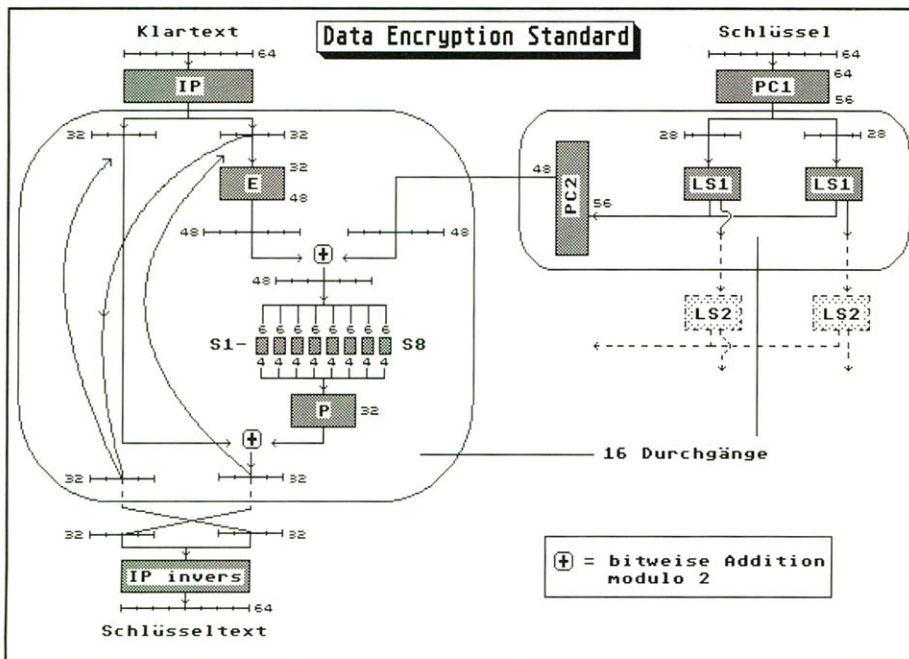

Abb. 7: Schaubild des DES (Data Encryption-Standard)
sche Analyse der Buchstabenhäufigkeiten zu knacken gewesen, da jeder Buchstabe des Klartextes mit gleicher Wahrscheinlichkeit von jedem Buchstaben des Alphabets kodiert wurde. Trotzdem gelang es dem englischen Geheimdienst, den Code zu knacken, zum einen, weil ihm über verschiedene Quellen einiges über die ENIGMA bekannt war, beispielsweise die Bedienungsanleitung und das Verdrahtungsschema der drei ursprünglichen Rotoren, zum anderen half die analytische Fähigkeit der eingesetzten Mathematiker, unter ihnen Alan Turing, die zum ersten Mal auf die Rechenkraft einer elektronischen Rechenmaschine, COLOSSUS, zurückgreifen konnten (6). Wie anders auch als mit Hilfe von Rechenautomaten hätte die immense Zahl von Verschlüsselungsmöglichkeiten durchprobiert werden können [Laut einer Meldung im ST-Magazin 1989/4 (S. 10) ist ein Simulationsprogramm der ENIGMA für ATARI ST-Besitzer bei der Firma "SSG-System-Entwicklung" erhältlich]. Machen wir einen Sprung ins Jahr 1977. Es ist das Jahr, in dem erstmals eine Verschlüsselungsmethode als Standard anerkannt und niedergelegt wurde: der *Data Encryption Standard* (DES). Die Rotormaschinen haben längst ausgedient, ihre Aufgaben sollen Computerprogramme oder in Mikrochips eingelagerte Verschlüsselungslogiken übernehmen. Was bei der ENIGMA noch auf elektrisch-mechanischem Wege vollzogen wurde, wird nun Software-Modulen übertragen. Gleichwohl hat sich das Prinzip der Verschlüsselung nicht grundlegend verändert, die Arbeitsweise des Algorithmus jedoch, der dem DES zugrunde liegt, ist weitaus komplizierter geworden. Klartext und Schlüssel werden blockweise in immer neuen Variationen durcheinandergeschüttelt, vertauscht und verknüpft, so daß am Ende auch der geschickteste Analysator verzweifelt aufgegeben haben sollte. Jedenfalls hofften dies die Entwickler, vornehmlich Programmierer der Firma IBM. Am ehesten läßt sich der Ablauf innerhalb des DES an einem Schaubild verdeutlichen (s. Abb. 7). Zwei große Prozesse bestimmen den gesamten Ablauf: einmal das 16fache Durcheinanderwürfeln des Klartextes und zum zweiten die gleichzeitige 16fache Gewinnung neuer Teilschlüssel, die jede Verwirbelung der Klartextzeichen mit beeinflussen.
Beginnen wir mit der Verschlüsselung des Klartextes (Abb. 7 links oben). Da das Programm ausschließlich Binärdaten
blockweise verarbeitet, muß der Klartext zunächst binär kodiert werden. Aus dem kodierten Datenmaterial greift sich das Programm dann jeweils einen Block von 64 Bits heraus und unterwirft ihn einer ersten Permutation. Dies geschieht ähnlich wie bei der Vertauschung der Zeichen zwischen Vorder- und Rückseite des Rotors bei der ENIGMA. Im IP-Modul (*Initial Permutation*) werden die 64 Bits des zu bearbeitenden Datenblocks nach einem festen Muster vertauscht: So wechselt zum Beispiel das Bit aus Position 1 an die Stelle von Bit 58, Bit 64 zu Bit 7 usw. [Sämtliche Tabellen des DES (Permutations-, Substitutionsmodule, Linksverschiebung) sind in Abb. 8 aufgeführt.] Nach Abschluß der Permutation erfolgt eine Trennung der Binärdaten in zwei 32-Bit-Blöcke. Während der linke Block und eine Kopie des rechten Blocks eine Weile ungeschoren bleiben, wartet auf den rechten eine Folge von Permutationen und Substitutionen. Im Expansionsmodul E werden die Bits des rechten Blocks vertauscht und zugleich auf 48 Bits erweitert [einige Eingangsbits landen dabei auf mehreren Ausgangspositionen (s. Abb. 8)]. Nun ist es Zeit, sich der Verschlüsselung des Schlüssels zuzuwenden (s. Abb. 7 rechts oben). Eingeben darf man ein 64 Bits langes Schlüsselwort, welches sogleich in der Permutationsmatrix PC1 (*Permuted Choice*) permutiert, auf 56 Bits verkürzt und im Anschluß daran auf zwei Blöcke zu je 28 Bits aufgeteilt wird. Jeder der beiden 28-Bit-Vektoren unterliegt einer Linksverschiebung im Modul LS (*Left Shift*), wobei sich der Verschiebungsfaktor in den einzelnen Moduln LS1 - LS16 im Verlauf der 16 Iterationen ändert (s. Abb. 8). Die Ergebnisse eines Verschiebungspaares werden zusammengeführt und gehen als 56-Bit-Block in die Permutationsmatrix PC2 ein. PC2 vertauscht die Bitpositionen und entfernt 8 Stellen, somit verläßt ein 48-Bit-Vektor dieses Modul und vereint sich mit den 48 Bits, die nach der Bearbeitung durch die Expansionsmatrix E auf der Datenseite (linke Seite Abb. 7) bereits warten. Die Vereinigung geschieht in einer bitweisen Addition modulo 2.